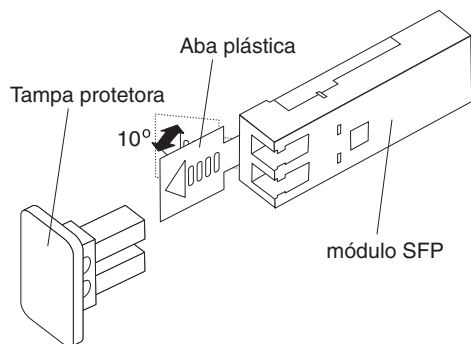

Figura 59. Destravando a Trava do Módulo SFP - Variedade Plástica
- Para módulos SFP que contêm guias de plástico, destrave a trava do módulo SFP puxando a guia de plástico 10° para fora, conforme mostrado na Figura 59 na página 86.